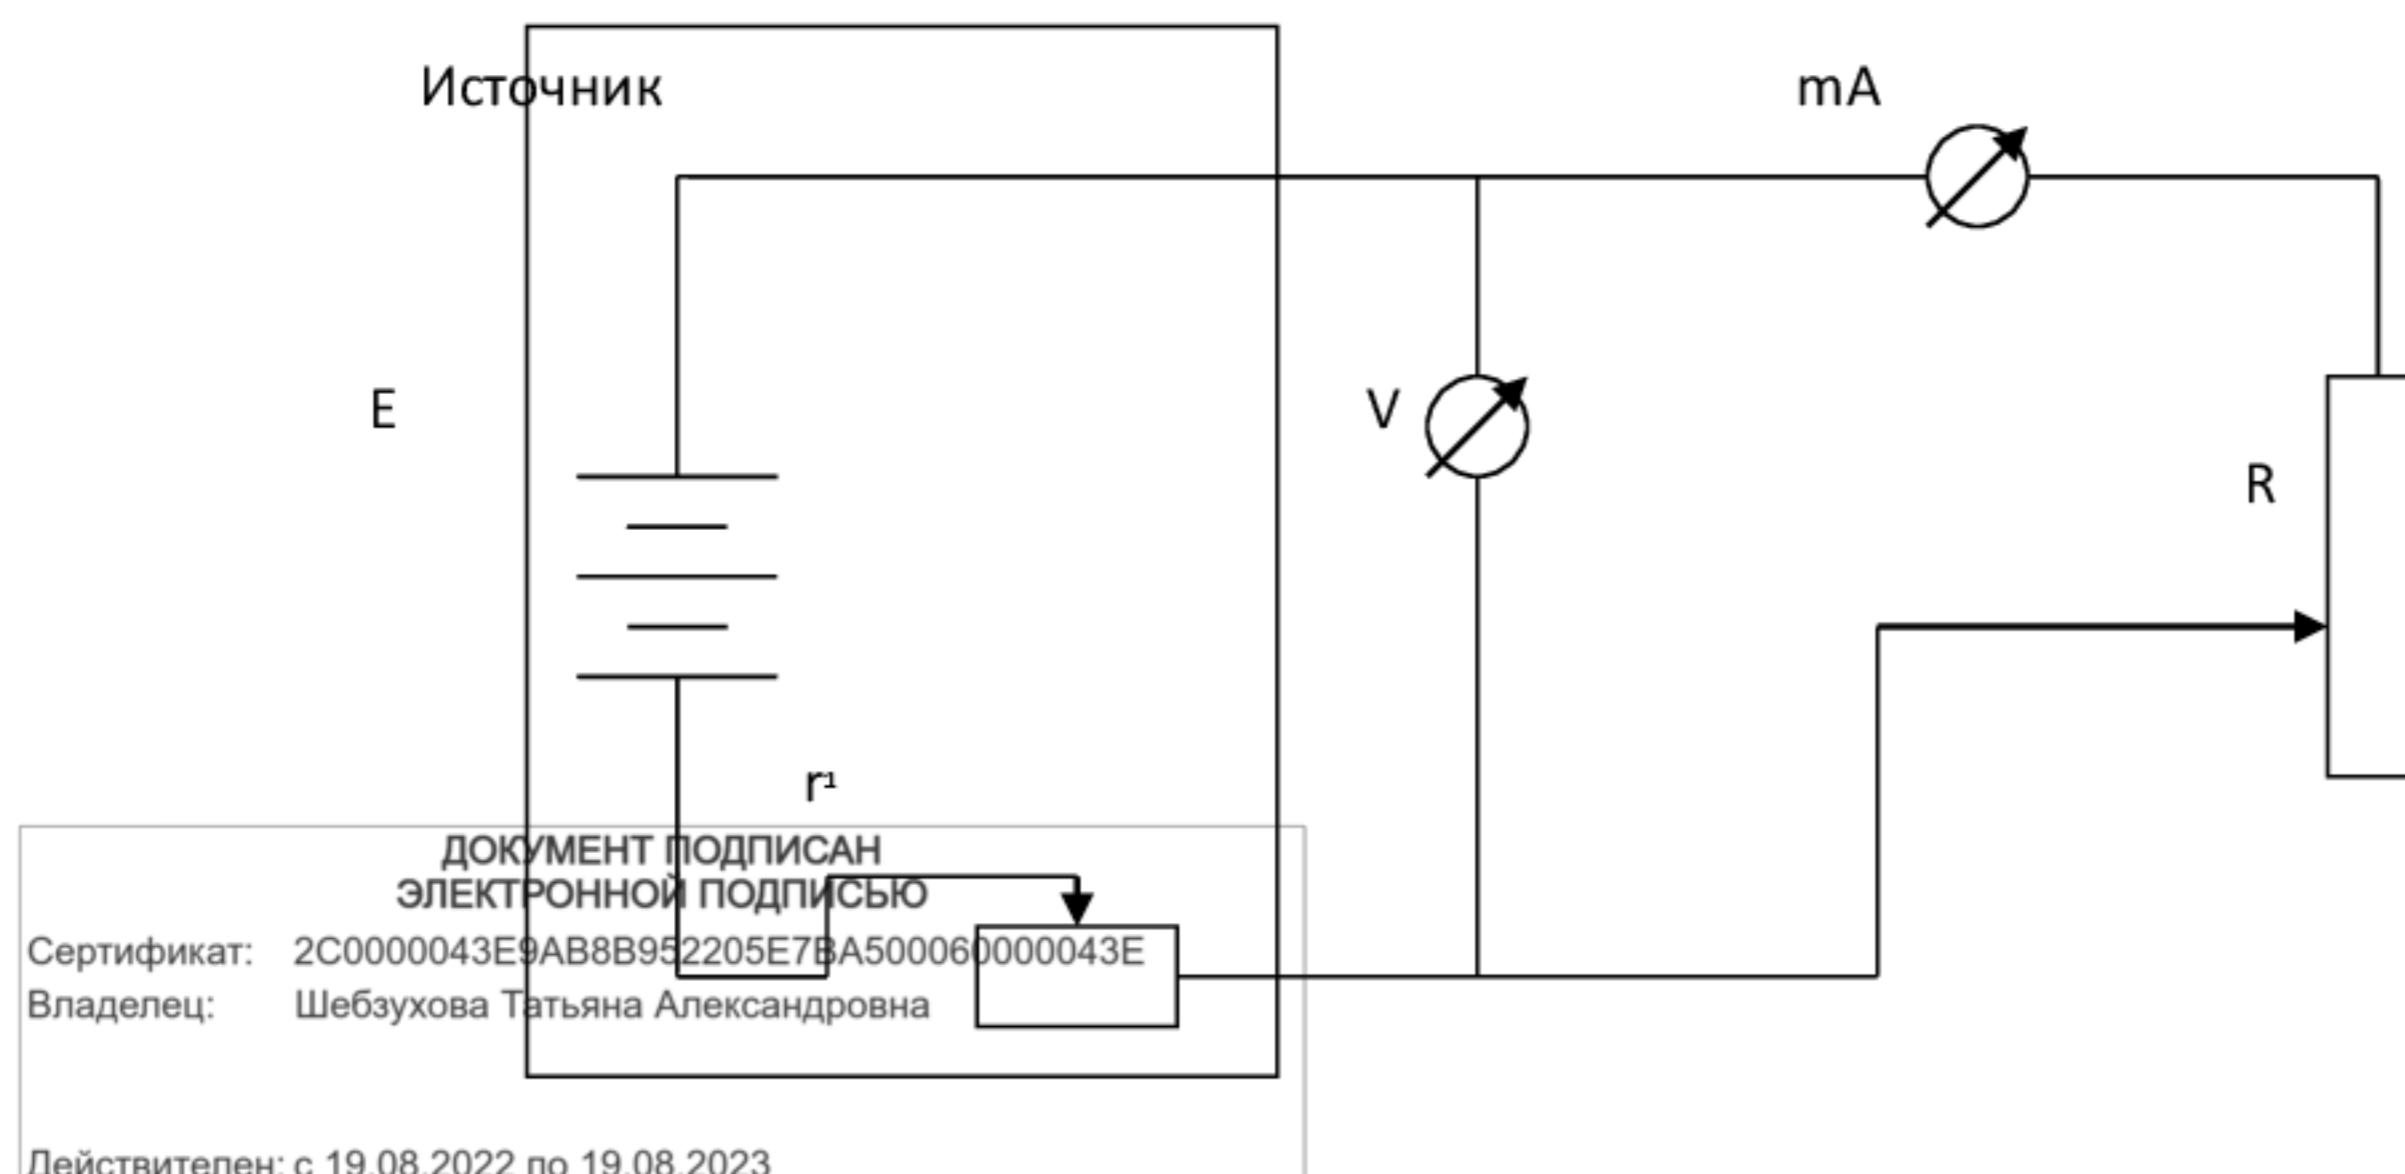

Рис. 4.
Рабочая схема изображена на рис. 4. В качестве источника могут использоваться аккумуляторы или выпрямитель, дающие напряжение величиной несколько вольт. Внутреннее сопротивление таких источников, как правило, мало - порядка десятых долей Ома. Поэтому, как следует из вышеизложенного, для построения графиков искомых зависимостей нагрузочный реостат R тоже должен иметь сопротивление порядка десятых долей Ома. Подобные реостаты являются уникальными. Поэтому внутреннее сопротивление источника в данной работе искусственно увеличивается путем последовательного включения дополнительного реостата r' , имеющего величину нескольких десятков Омов. При этом собственным внутренним сопротивлением r источника можно пренебречь.
Из схемы (рис.4) следует, что внутреннее сопротивление миллиамперметра и вольтметра составляют с сопротивлением нагрузочного реостата единое целое. Таким образом, левую часть схемы следует рассматривать как источник, а правую как нагрузку.
1. Собрать рабочую схему (рис.4). Выяснить параметры приборов. Движки реостатов установить в положение наибольшего значения сопротивления.